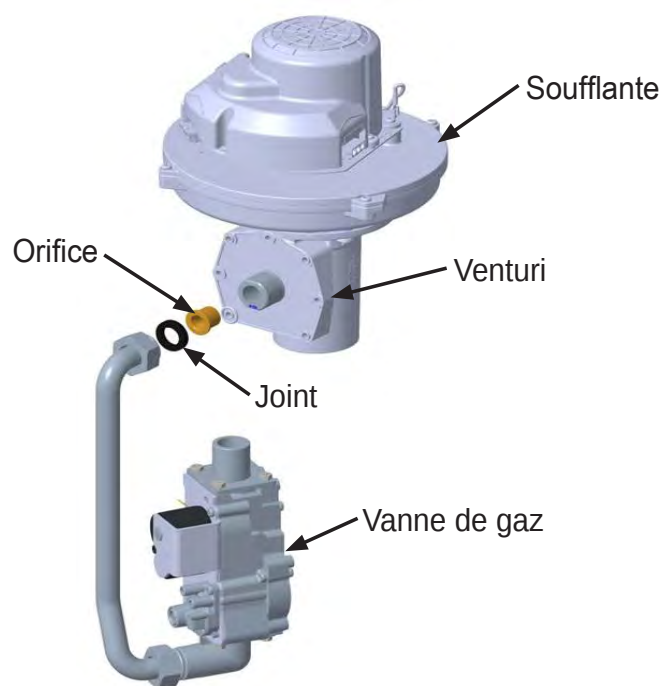

Figure 6. Emplacement d'orifice
2. Ouvrez les 4 verrous à bascule fixées en haut (2) et en bas (2) de la porte avant de la chaudière et faites basculer le haut de porte vers l'avant. Ôtez la porte avant de l'appareil en soulevant la porte avant vers le haut et à l'écart de l'armoire de chaudière.
4. Localisez tuyau d'admission de gaz de la vanne de gaz au venturi comme l'indique la Figure 6 et enlevez-les aux deux extrémités du tuyau d'admission de gaz.